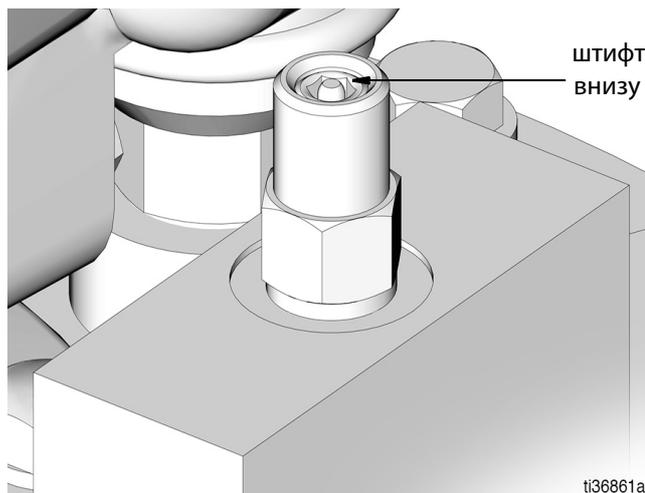

Рис. 19
2. Убедитесь, что штифт устройства отключения автозаполнения (S) опустился в исходное положение (Рис. 19).